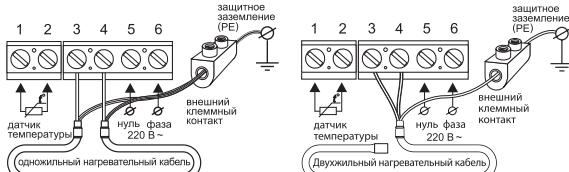

Рис. 3
Выходы нагревательной секции или мата подключаются к терморегулятору следующим образом: белый (коричневый) провод подключается к клемме 3; голубой (светло-синий) провод подключается к клемме 4; вывод экранирующей оплетки (желто-зеленый провод) – к линии защитного заземления (PE), через внешний клеммный контакт (рис. 3).